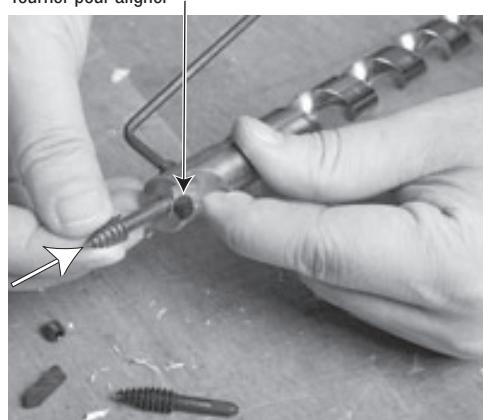
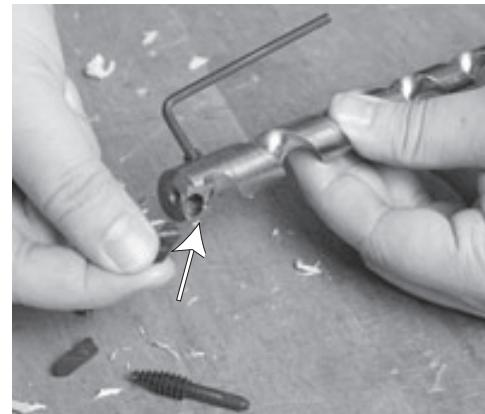

Fig. 3
Fig. 2
- Reassemble the new parts in reverse order, placing the cutting edge insert in first (Fig. 2) and then the feed screw (Fig. 3).
- Remonter les pièces neuves dans l'ordre inverse, en plaçant l'insert de tranchant d'abord (Fig. 2) puis la vis d'avance (Fig. 3).